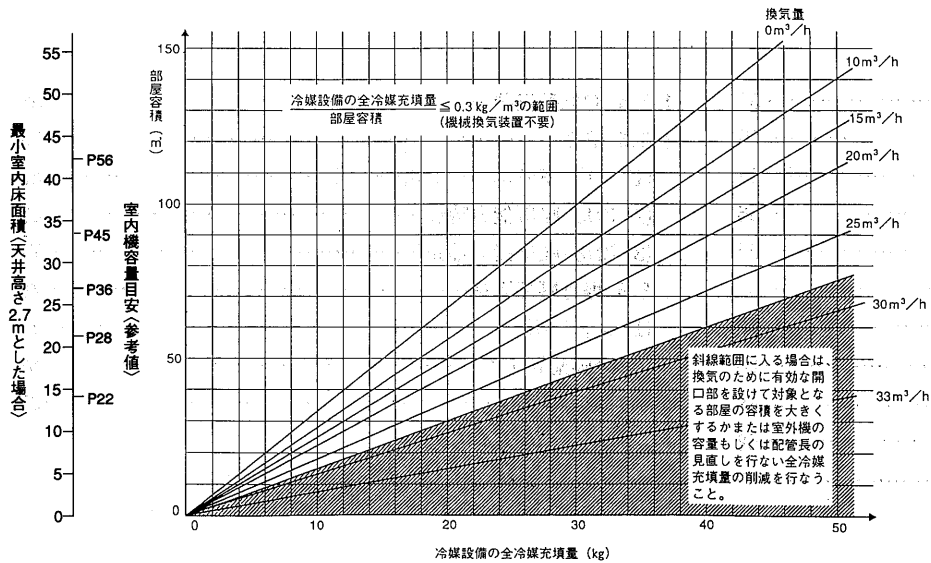
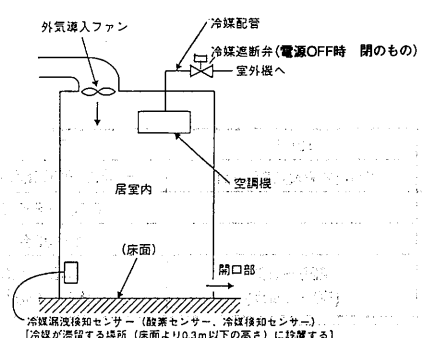

図1 換気量によるシステムの選定
図4 常時換気システムと冷媒遮断弁の併設
換気量は対象冷媒設備の全冷媒充填量と部屋容積によって図1に示す量以上としてください。
- (a)換気システムを設置する場合でも図1の斜線で示す範囲は万一の換気システムの故障を考え選定しないようにしてください。この範囲に入る場合は原則的に**対応1****対応2**に示すように換気のために有効な開口部を設けて対象となる部屋の容積を大きくするかまたは、室外機容量もしくは配管長の見直しを行い全冷媒量の削減を行ってください。
- (b)換気システムを設置した場合で図1の斜線で示す範囲に入り、**対応1****対応2**がとれない場合は、換気システムとは別の独立した安全確保のための手段を設けてください。具体的には冷媒漏洩時のセンサーによって動作する冷媒遮断弁や在室者の危険を知らせる確実な警報システムの併設です。この場合センサーは上記換気システム作動用のセンサーとは別にしてください。図4に冷媒遮断弁併設の場合を示します。